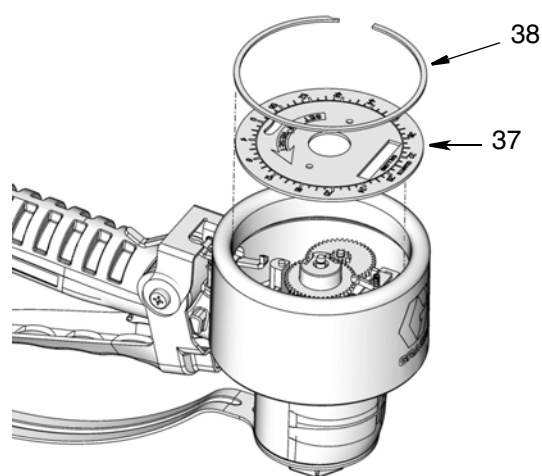

FIG. 28
- Déposer la grande bague d'attache (38), puis le cadran (37) (FIG. 28).